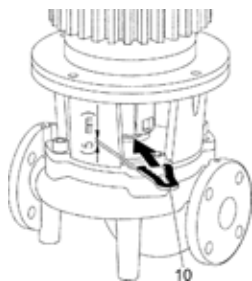

рис. 15: Установка монтажной вилки
- Вставить монтажную вилку (рис. 15, поз. 10) между промежуточным корпусом и муфтой. Монтажная вилка должна располагаться без зазора.